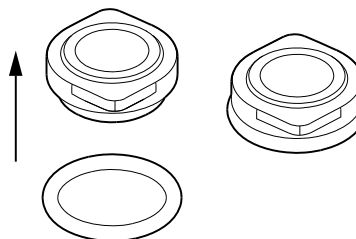

Рис. 4 Монтаж уплотнительного кольца на неподвижной части торцевого уплотнения
1. Установить уплотнительное кольцо (поз. 102) на неподвижную часть уплотнения вала. См. рис. 4. Подходящий смазочный материал указан в разделе 3. *Моменты затяжки и смазочные материалы*.